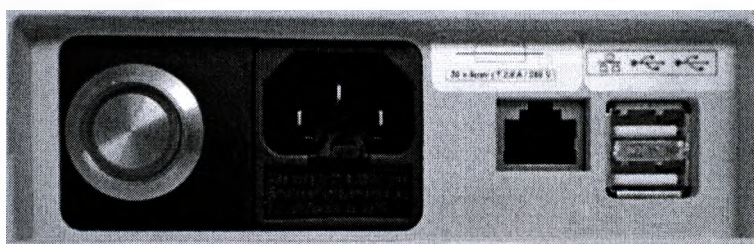

Рисунок 94
6. Вставьте USB-накопитель с файлами обновления «*Aladdin upgrade*» в один из USB-портов (Рисунок 94).